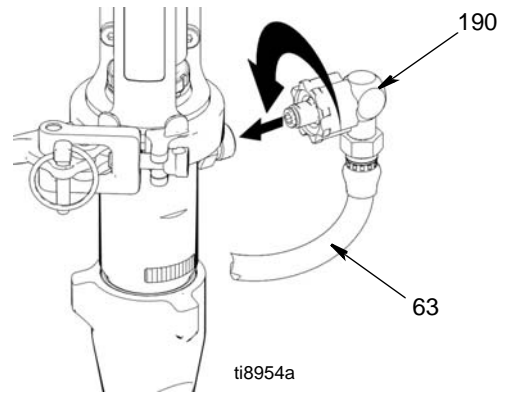

图 26
7. (图 26) 打开夹子, 将泵出口与软管接头 (190) 对准。将涂料软管接头 (190) 和涂料软管 (63) 装到泵连接处, 合上夹子。